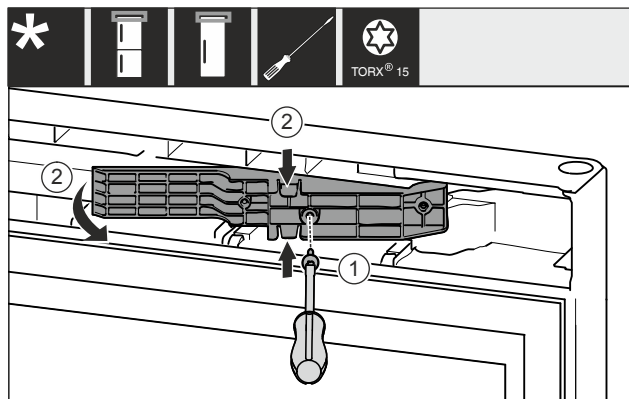

Fig. 12\*
- Šroubovákem T15 uvolněte šrouby. Fig. 12 (1)\*
- Vytáhněte adaptér. Fig. 12 (2)\*